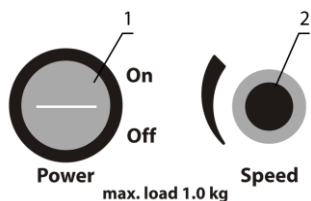

Рисунок 2.
- 5.1.3 Включите прибор, установив выключатель **Power**, расположенный на передней панели прибора (рис. 2/1) в положение **On** (включено).
- 5.1.4 Регулятором скорости (рис. 2/2) установите необходимую скорость движения платформы.
- 5.2.9 Если число повторений цикла не установлено (индикатор циклов показывает ноль, рис. 2/9), нажатие кнопки **Run/Stop** переводит прибор в режим продолжительной работы до тех пор, пока не будет повторно нажата кнопка **Run/Stop**.